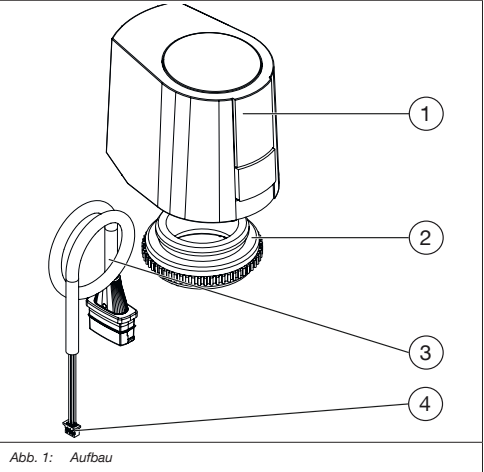
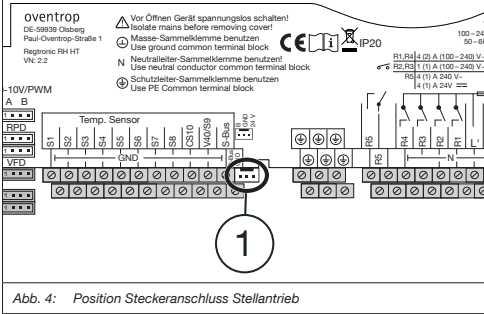

Abb. 1: Aufbau
Abb. 4: Position Steckeranschluss Stellantrieb
- Lösen Sie den JST-Stecker des Anschlusskabels (siehe Abb. 1) vom elektronischen Regler Regtronic RH HT (siehe Abb. 4).
(1)	Position Steckeranschluss Stellantrieb im elektronischen Regler Regtronic RH HT
- Stecken Sie den JST-Stecker (siehe Abb. 1) des Anschlusskabels in den elektronischen Regler Regtronic RH HT ein (siehe Abb. 4).